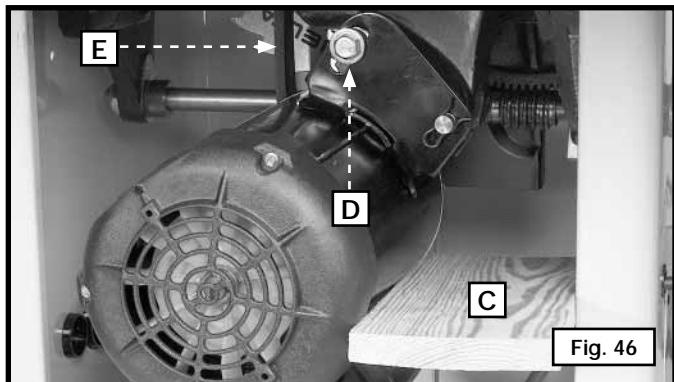

Fig. 46
2. Coloque una pieza de madera (C) Fig. 46 entre el motor y el gabinete de la sierra.
3. Afloje el perno (D) Fig. 46. Baje el eje de la sierra para quitar tensión de las correas (E). Ajuste el perno (D).
4. Levante el eje de la sierra levemente y retire la madera (C) Fig. 46.
8. Afloje el perno (D) Fig. 46, y con cuidado deje que el motor se apoye en las correas.